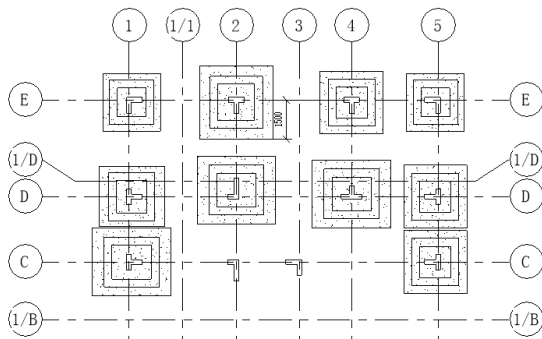

图 10-44 布置“独立基础—三阶 2800×2800mm”
(12) 执行“独立”命令，在“属性”选项板中单击“编辑类型”按钮，打开“类型属性”对话框，单击“复制”按钮，新建“独立基础—三阶 2800×2800mm”，更改“ h_3 ”和“ h_2 ”为“350.0”，“宽度”和“长度”为“2800.0”，“Ydz”和“Xdz”为“1400.0”，单击“确定”按钮。
(13) 将“独立基础—三阶 2800×2800mm”布置在如图 10-44 所示的柱下端并按图中尺寸调整位置。
(14) 创建 J-3a 独立基础。